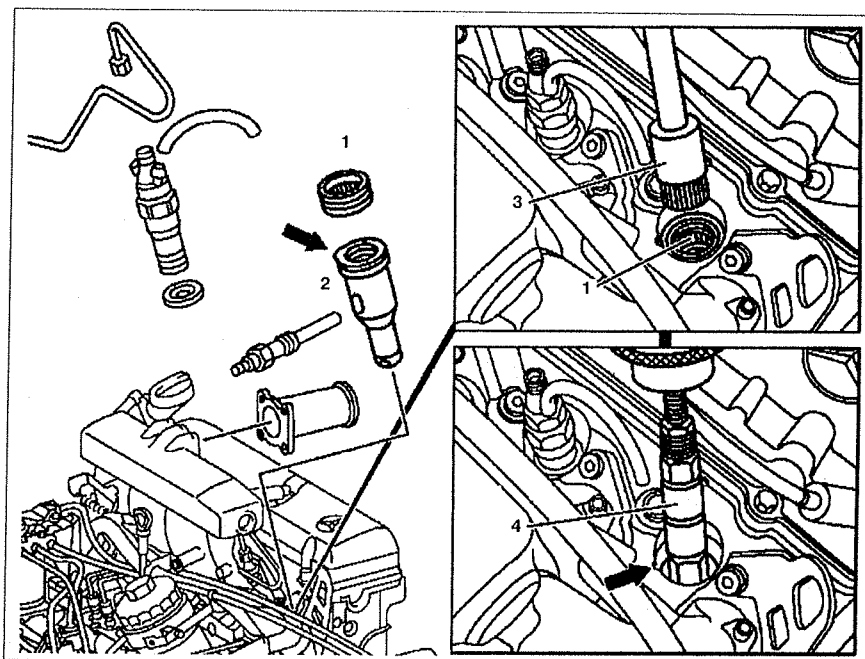

Рис. 4.20. Предкамера:
2. С помощью ключа 3 выкрутите резьбовое кольцо 1 (см.рис.4.20).